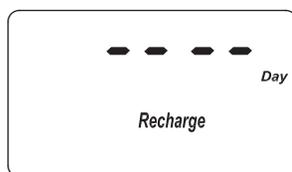

FIG. 30
1. Appuyez sur le bouton PROGRAM (programmer) et maintenez-le enfoncé jusqu'à ce que l'écran de la figure 29 s'affiche. Une fois l'écran affiché, appuyez quatre fois sur le bouton PROGRAM (programmer) et l'écran de la figure 30 s'affichera.